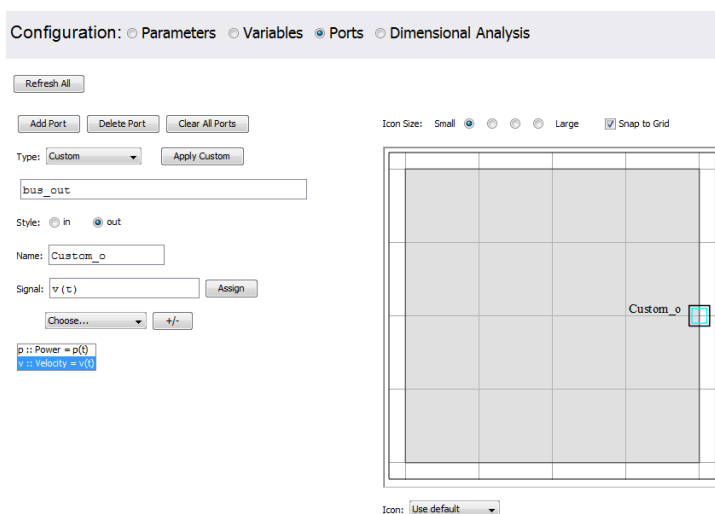

図6.10 カスタムポートの使用
14. このセクションの下部にあるドロップダウンメニューとリストボックスを使用して、Power 変数を  $p(t)$  に、Velocity 変数を  $v(t)$  に割り当てます。図6.10 「カスタムポートの使用」 に、テンプレートの完成したポートセクションを示します。